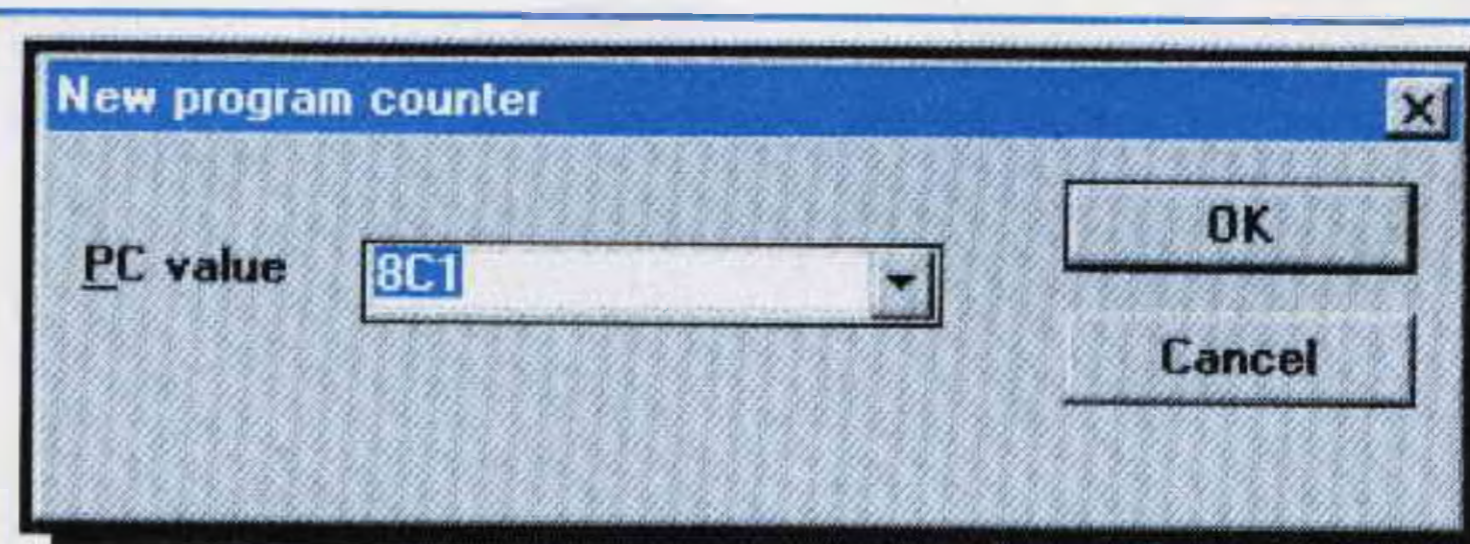
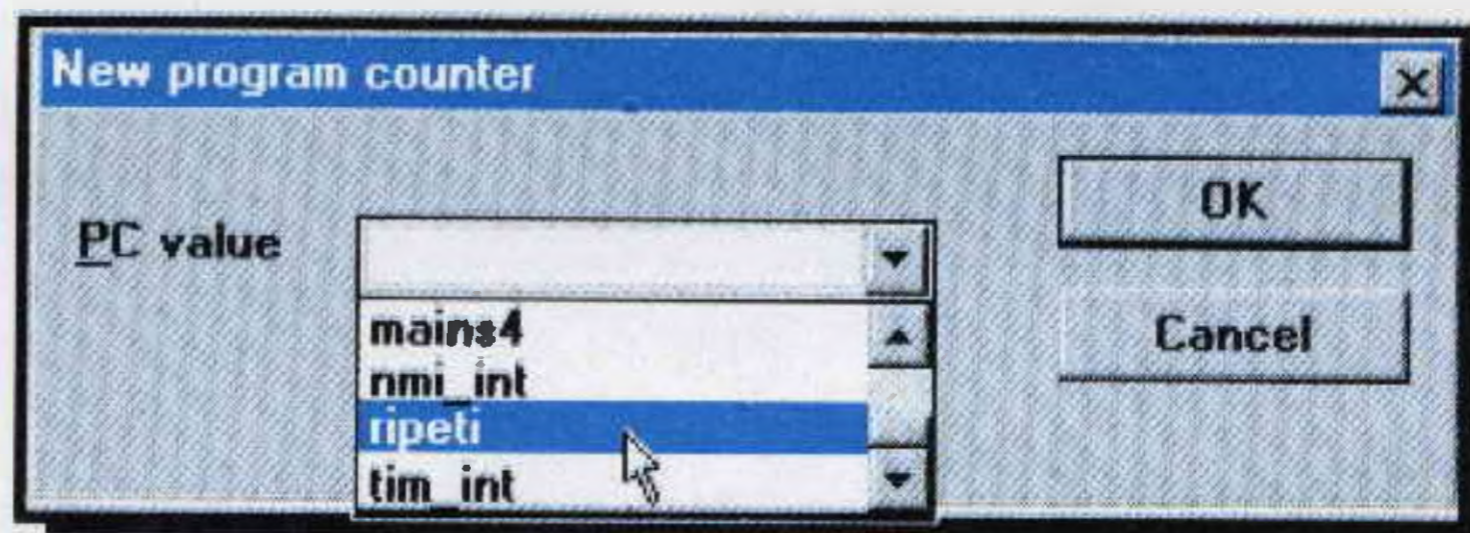

Fig.83 Finestra New Program Counter.
Fig.84 Cliccate sull'etichetta ripeti.
- Apparirà così la finestra di dialogo **New program counter** (vedi fig.83) e cliccando sulla freccia posta a destra della finestra **PC value** dovreste ricercare l'etichetta **ripeti** (vedi fig.84).